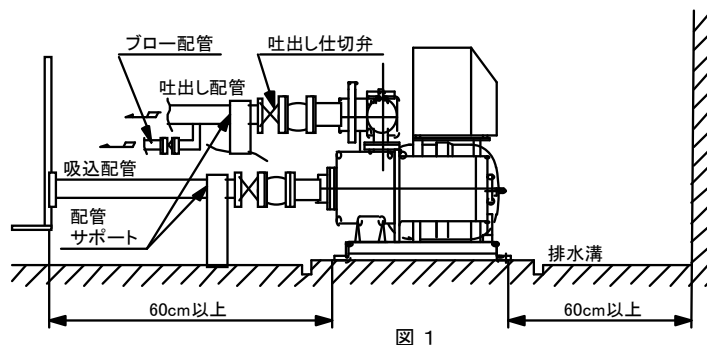

図 1
- (1) 相フランジは、配管にねじ込んだ後、給水装置に取付けてください。また、耐圧力が十分な配管を、ご使用ください。
- (2) 配管材質は、赤水対策品を使用し、給水装置に吸込配管、吐出し配管の荷重がかからないよう、十分な配管支持をしてください。
- (3) ポンプ2台の場合は、吸込配管を必ず別々に設けてください。
- (4) 分解点検時に便利なように、吐出し側には仕切弁を必ず取付けてください。
- (5) 流し込みの場合（図1）